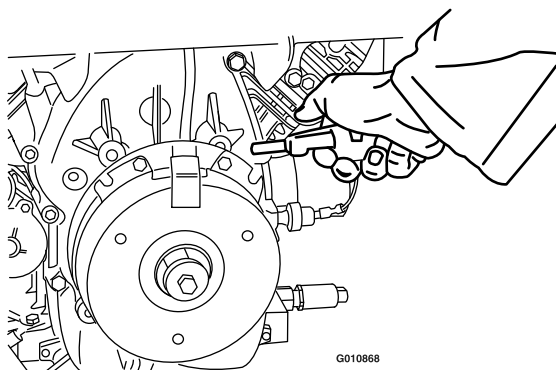

Figure 66
3. Soufflez de l'air comprimé sous le pôle et autour des entretoises du frein pour éliminer tout débris (Figure 66).